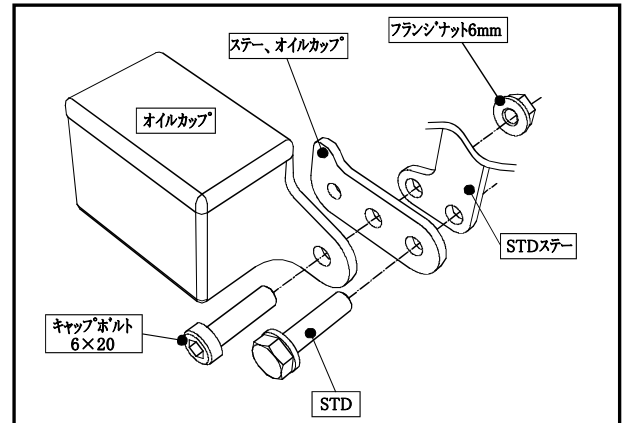

図4 オイルカップ移設
- ⑥オイルカップを移設します。(図4参照)
⑦各部の干渉及びボルト、ナットの締め忘れが無いチェックして下さい。